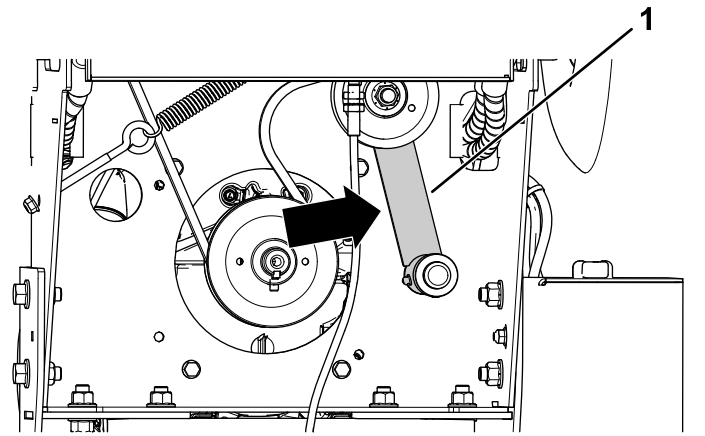

Figura 92
4. Separe el brazo tensor de la correa y retire la correa existente de las poleas (Figura 92).